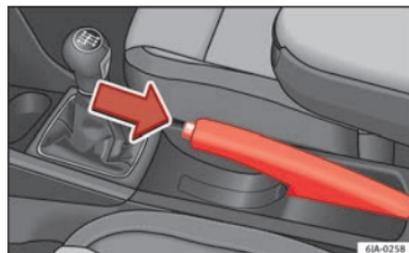

Fig. 175 Console centrale : frein à main.
– Tirez légèrement sur le levier vers le haut et **en même temps** appuyez sur le bouton de desserrage » **fig. 175**.